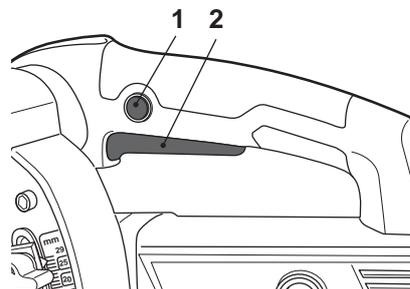

Fig. 10
- > Appuyez sur le bouton marche/arrêt [2] pour mettre le produit en marche le produit (Fig. 10).